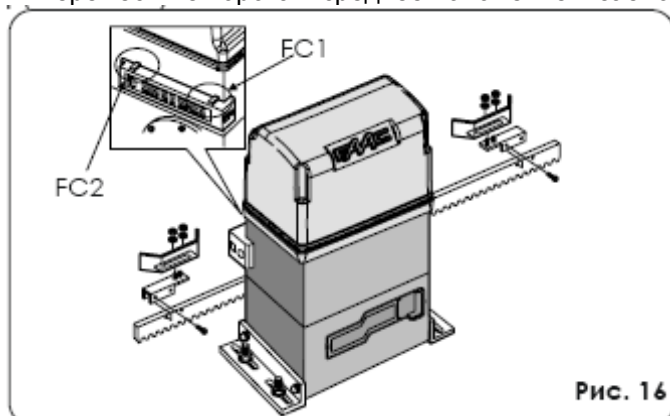

Рис. 16
4. Переместите пластину концевого выключателя в направлении открытия ворот до тех пор, пока геркон не перейдет в режим OFF (рис. 16 и 19); далее сдвиньте пластину в том же направлении еще на 45 мм и закрепите ее на рейке.
6. Переместите пластину концевого выключателя в направлении закрытия ворот до тех пор, пока геркон не перейдет в режим OFF (рис. 16 и 19); далее сдвиньте пластину в том же направлении еще на 45 мм и закрепите ее на рейке.